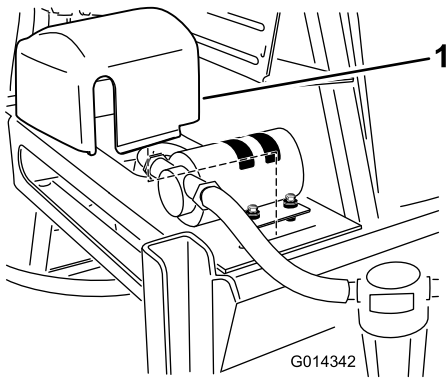

Bild 28
6. Setzen Sie die Spülpumpenabdeckung auf die Pumpe (Bild 28).
2. Installieren Sie den Verzögerungstimer an der in Abbildung 28 gezeigten Stelle.